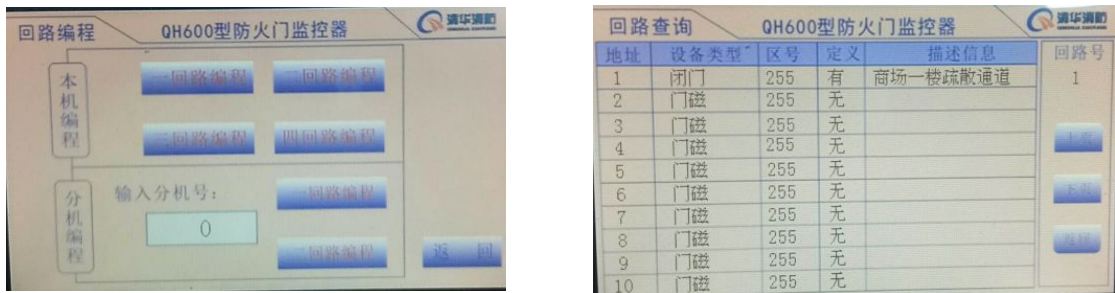

图 4.13 回路查询屏幕
4.4.10 **回路查询**：进入菜单后可以进入每个回路查看总线设备的定义，如图 4.13 所示。点击要查询的回路信息；进入回路部件信息查询，屏幕信息表示 1 号地址设备为“闭门器”，定义“有”，安装位置“商场一楼疏散通道”；按上下页浏览；按#键返回上级菜单。